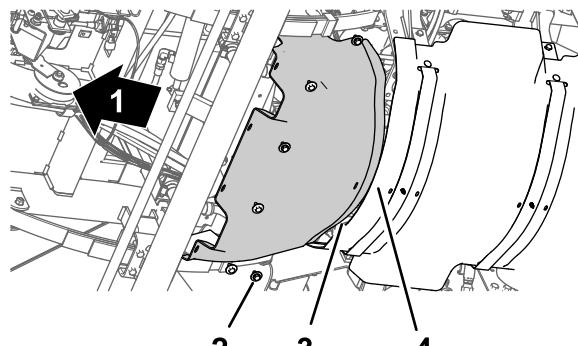

图 57
1. 将前隔热罩上的后凸缘与后隔热罩上的前凸缘对齐 图 57。
2. 将前隔热罩上的孔与底盘上的螺纹孔对齐 图 57。
3. 使用 拆下前隔热罩 \(页码 40\) 的步骤 3 中卸下的 6 个六角头螺栓和 6 个垫圈 图 57 将前隔热罩组装到机器上。